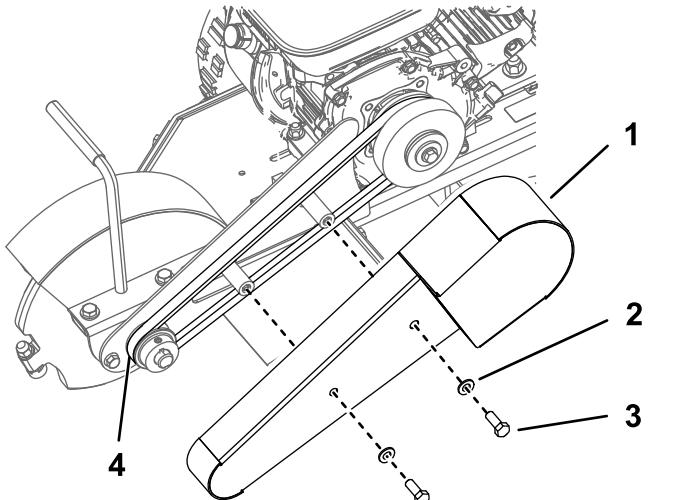

Figura 1
1. Retire los 2 pernos, las 2 arandelas y el protector de la correa (Figura 1).
| 4. Retire la correa ( <a href="#">Figura 1</a> ).                        |  |